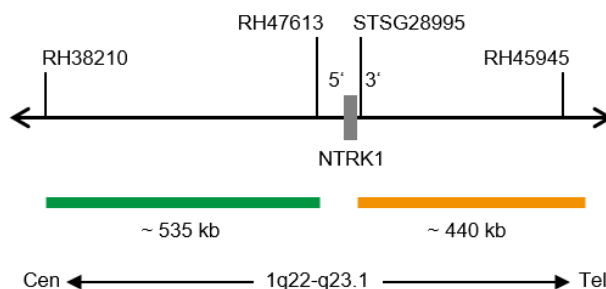

Fig. 1: SPEC NTRK1 Mapa de la sonda (no está a escala)
- Polinucleótidos marcados en verde (excitación a 503 nm/emisión a 528 nm) ZyGreen (~10 ng/μl), dirigidos a secuencias localizadas en 1q22-q23.1* (chr1:156,245,849-156,781,745) proximales a la región del punto de ruptura de NTRK1 (ver Fig. 1).
- Polinucleótidos marcados en naranja (excitación a 547 nm/emisión a 572 nm) ZyOrange (~4,5 ng/μl), dirigidos a secuencias localizadas en 1q23.1* (chr1:156,854,527-157,296,918) distales a la región del punto de ruptura de NTRK1 (ver Fig. 1).